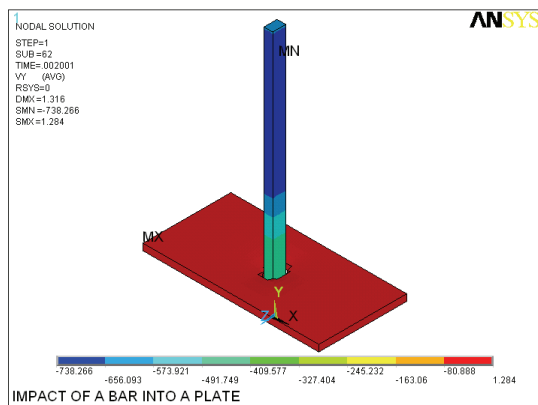

图 5-269 Y 方向速度等值线图
- 4) 选择 Main Menu | General Postproc | Plot Results | Contour Plot | Nodal Solu 命令，出现 Contour Nodal Solution Data 对话框。选择 Nodal Solution | Velocity Solution | Y-Component of velocity，单击 OK 按钮，ANSYS 显示窗口显示 Y 方向速度等值线图，如图 5-269 所示。